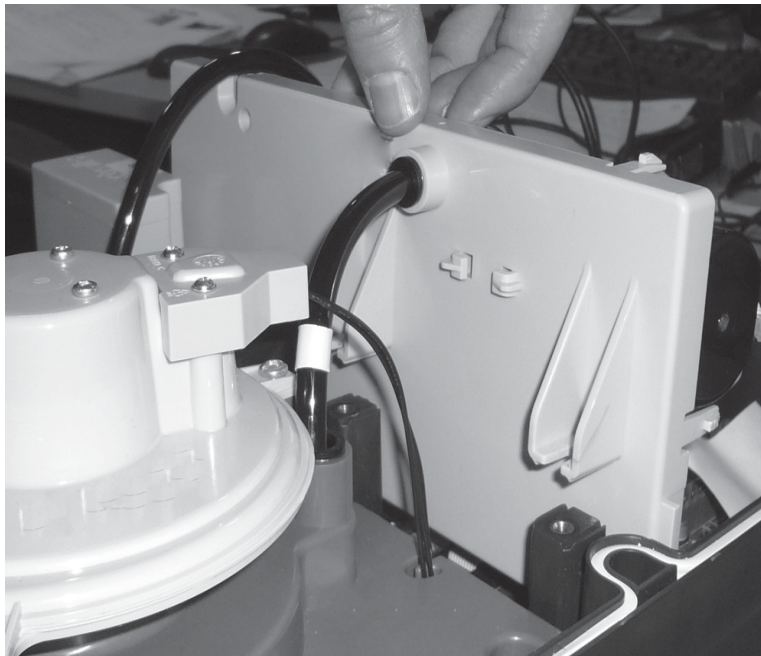

Abbildung 7-14: Kammer einsetzen
4. Setzen Sie die Kammer in die Führungsschlitze ein, halten Sie sie aber noch 20 mm vom Boden entfernt (Abbildung 7-14).